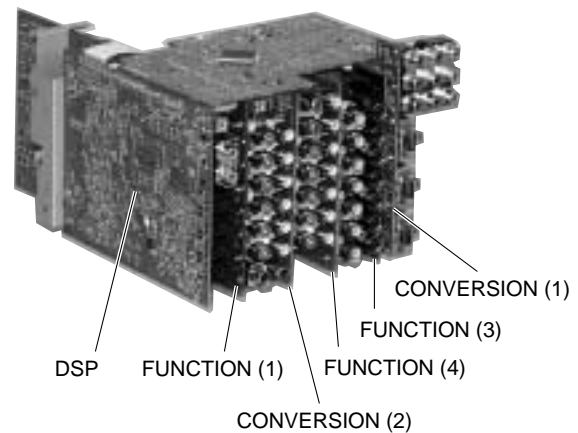

Fig. 11
- d. Remove the P.C.B. Unit. (Fig. 11)
- d. P.C.B.ユニットを取り外します。(Fig. 11)